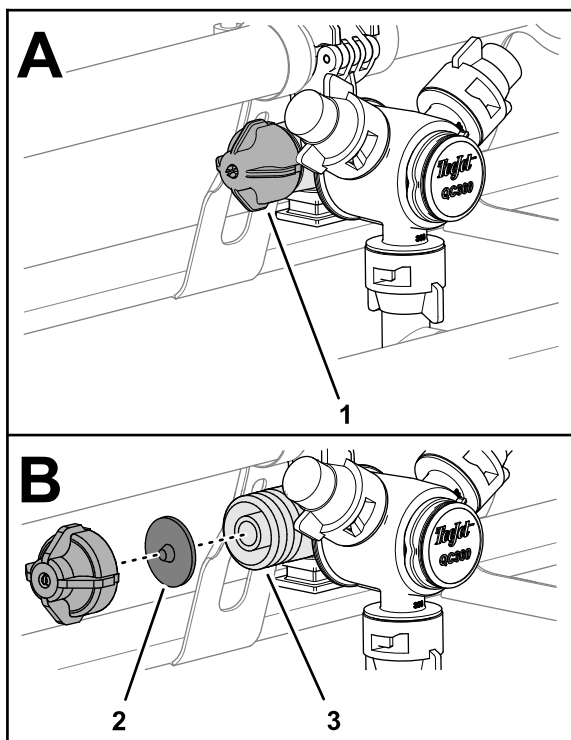

Рисунок 33
1. Поверните крышку мембраны против часовой стрелки и снимите крышку с корпуса сопла (Рисунок 33).
2. Снимите мембрану обратного клапана с крышки или корпуса сопла (Рисунок 33).
3. Промойте крышку, мембрану и корпус сопла чистой водой (Рисунок 33).
5. Подсоедините крышку и мембрану к корпусу сопла и затяните от руки (Рисунок 33).